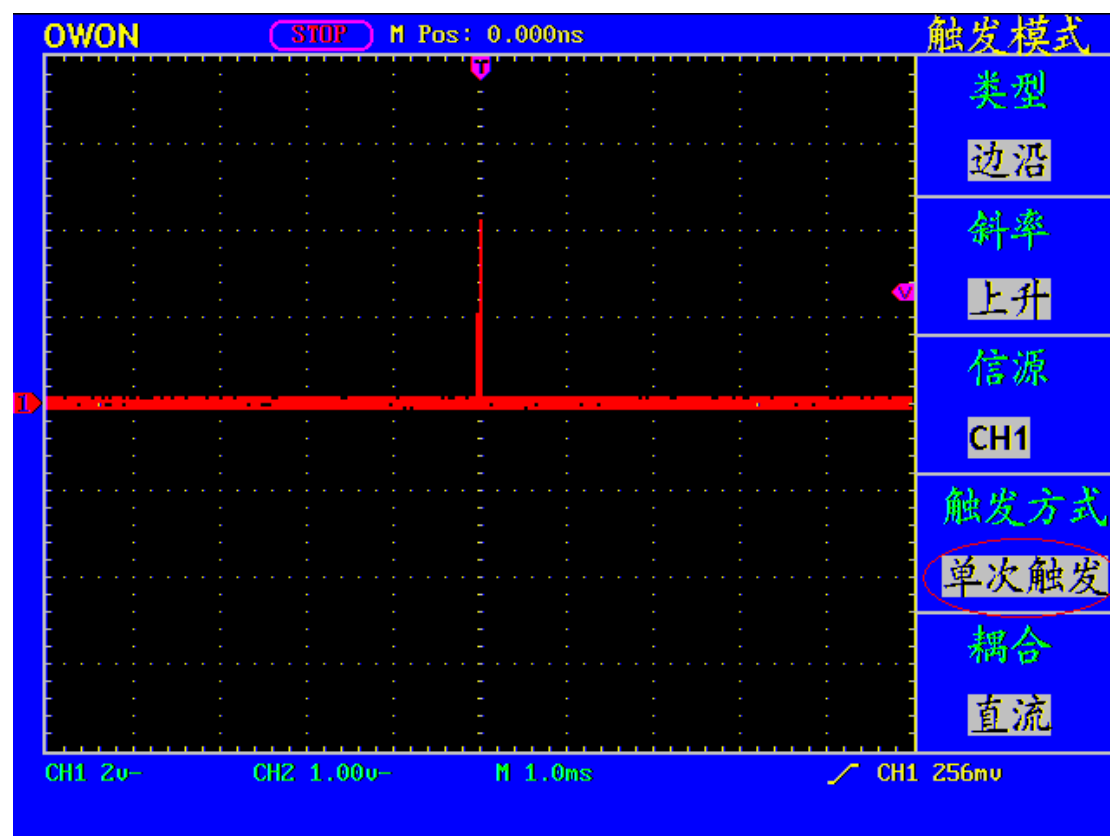

图 55: 捉单次信号
- 10、若屏幕上方**触发状态指示**没有显示 **Ready**，则按下 **RUN/STOP**（运行/停止）按键，启动获取。等待符合触发条件的信号出现。如果有某一信号达到设定的触发电平，即采样一次，显示在屏幕上。利用此功能可以轻易捕捉到偶然发生的事件，例如幅度较大的突发性毛刺：将触发电平设置到刚刚高于正常信号电平，按 **RUN/STOP**（运行/停止） 按键开始等待，则当毛刺生时，机器自动触发并把触发前后一段时间的波形记录下来。通过旋转面板上水平控制区域的 **水平位置** 旋钮，改变触发位置的水平位置可以得到不同长度的负延迟触发，便于观察毛刺发生之前的波形。见图 55。